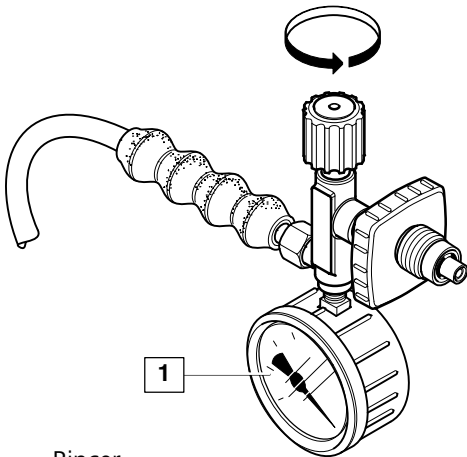

Fig. 8 Rincer
5. Tenir et ouvrir la vanne de remplissage (Fig. 8), attendre que l'air comprimé s'en échappe et rincer le compresseur pendant 1 à 2 minutes, c-à-d. laisser l'air comprimé s'échapper à l'air libre.
6. Refermer la vanne (Fig. 8) et commencer rapidement le remplissage des bouteilles. Voir 3.3.5. Remplissage des bouteilles à air comprimé.